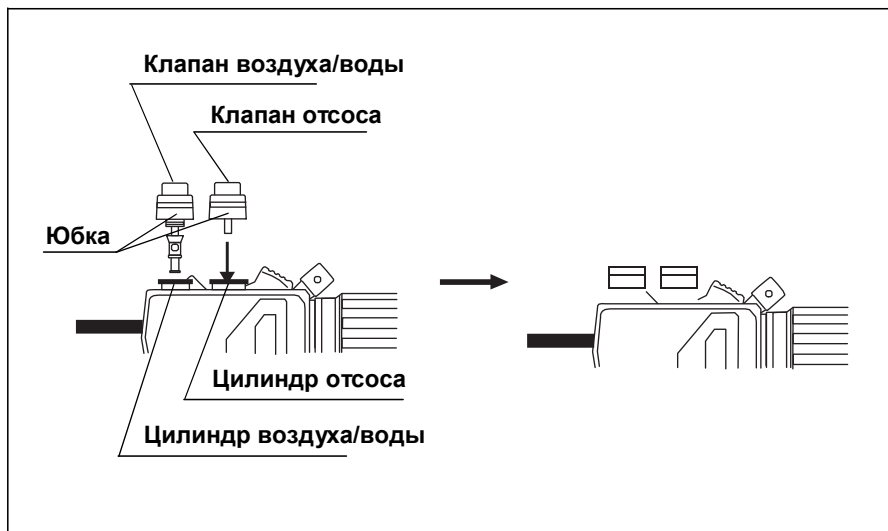

Рис. 3.13
2. Соедините клапан воды/воздуха с цилиндром воды/воздуха эндоскопа (см.Рис. 3.13).